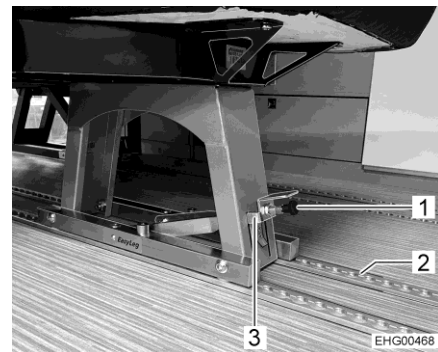

Bild 4 Enkelsäte (ospärrat)
- När enkelsätet eller dubbelsätet är placerat i skenan (Bild 4,2) eller förskjutet till önskad position: Dra det svarta handtaget (Bild 4,1) i riktning framåt.
- **Tryck ned metallbygel (Bild 4,3).**